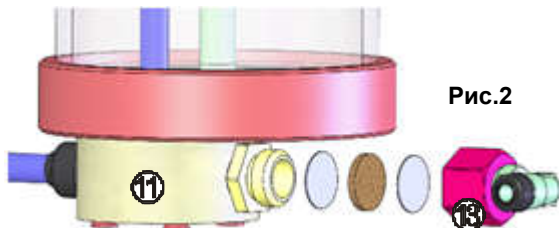

Рис.2
**6.2** При засорении тракта подачи абразива (заборное отверстие, воздушный фильтр, каналы и т.п.) необходимо проверить состояние фильтра (**12**), для этого (рис.2):